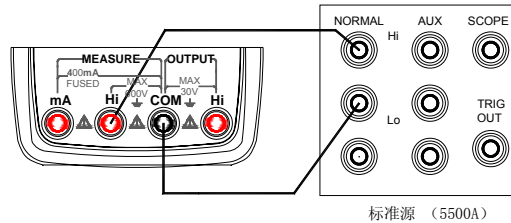

图 10. 直流电压校准
1. 校准连线如图 10 所示:
1. 校准连线如图 10 直流电压校准所示:
2. 将旋钮开关设定在 \bar{V} 档, 先按 AC 键选择交流 (AC), 再按 START RANGE 键选取交流电压的量程, 然后